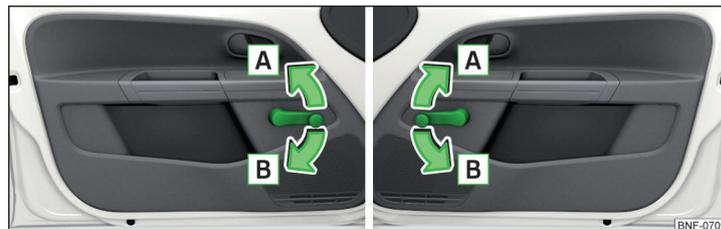

Fig. 33 Operación de ventana: a izquierda/derecha
- Para **abrir**, girar la manivela en el sentido de la flecha **A** » fig. 33.